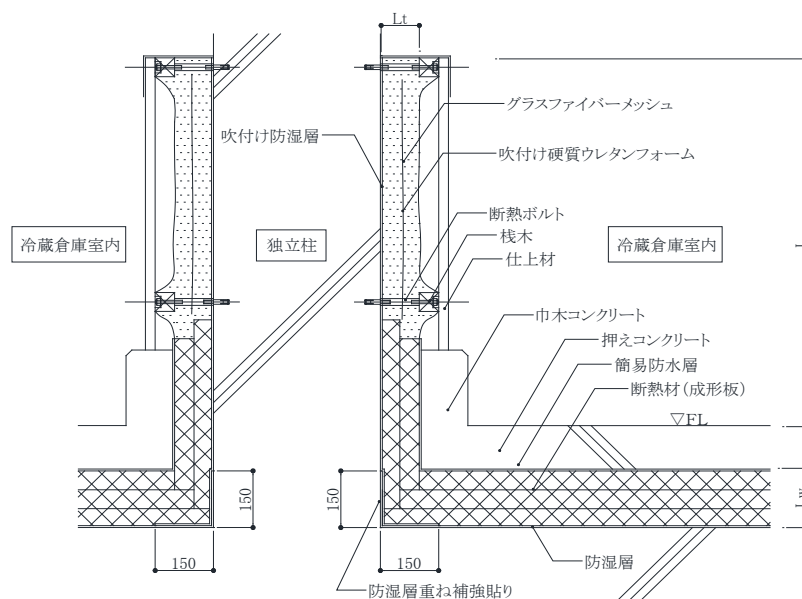

図 A-23 吹付け硬質ウレタンフォームを使用した場合の施工例
7) 独立柱周り断熱と床断熱との取り合いは、次の方法による。(図 A-23)